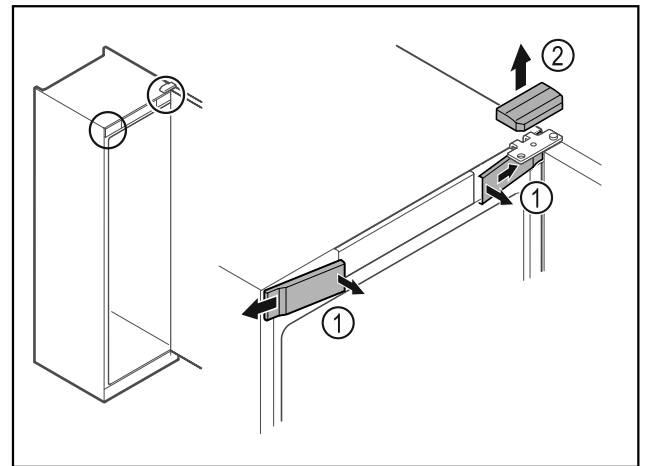

Fig. 10
- Paina etummaisat suojukset Fig. 10 (1) sisäpuolelta irti ja ota ne sivukautta pois.
- Ota ylempi suojus Fig. 10 (2) yläkautta pois.